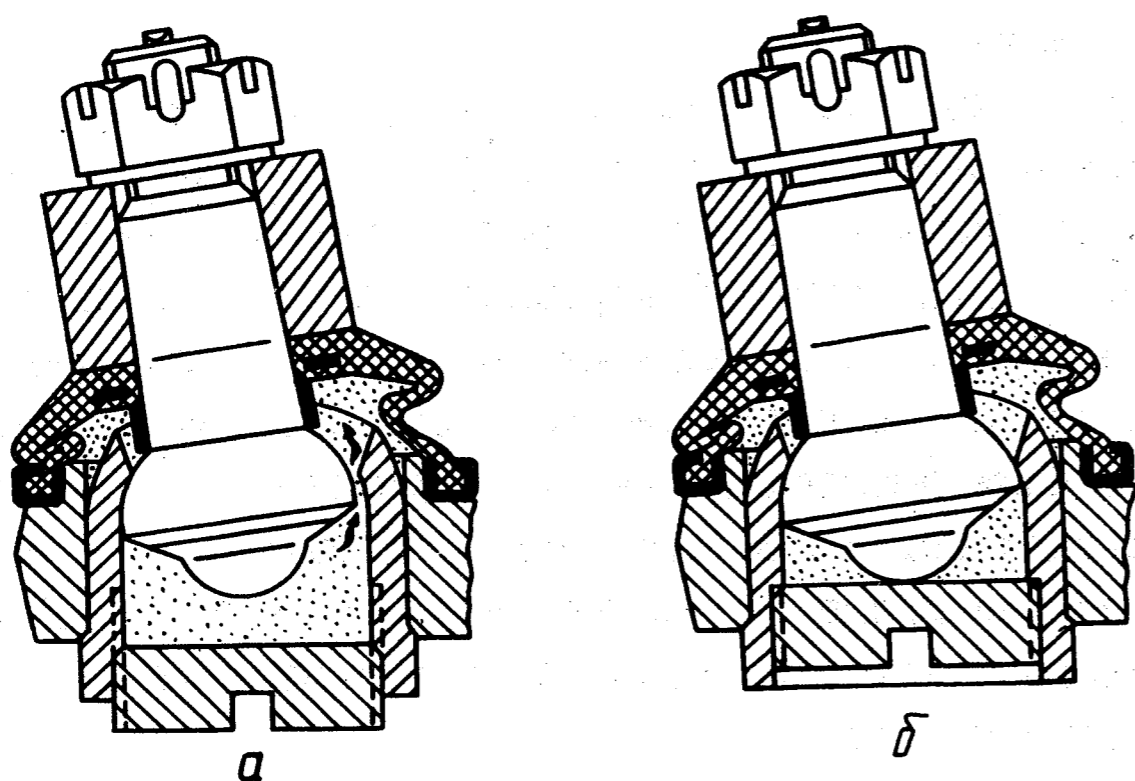

Рис. I64. Заполнение шарнира смазкой
4. Нажимая на конец тяги около смазываемого шарнира вверх, чтобы между шаровым пальцем и опорной поверхностью корпуса шарнира образовался зазор (рис. I64а), завернуть заглушку до упора (рис. I64б). При этом смазка пройдет под уплотнитель шарнира.